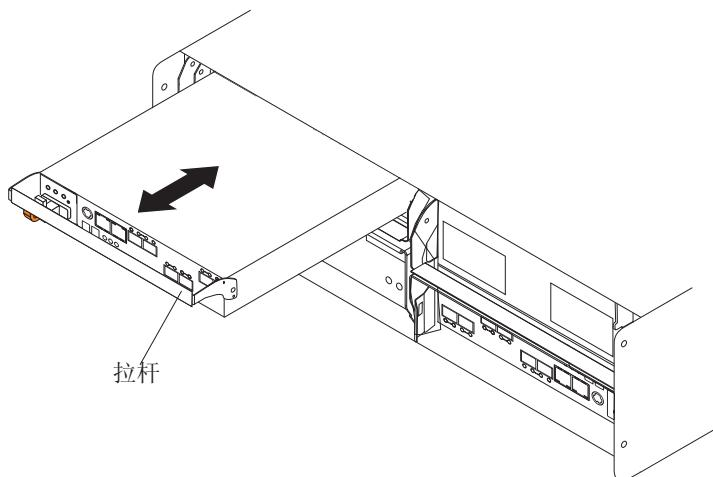

图 16. 卸下并重新安装控制器
2. 慢慢将拉杆从机箱中拉出以从托架卸下控制器，如图 16 中所示。